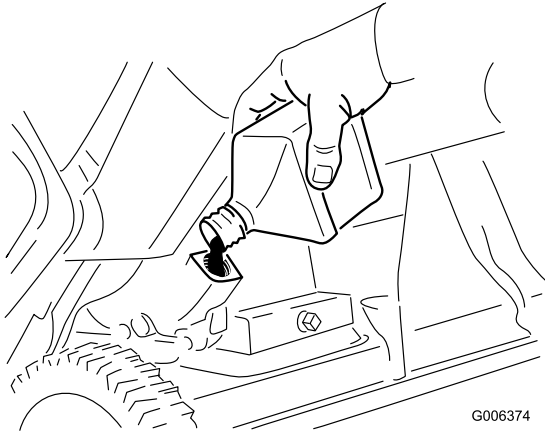

Figure 27
8. La déneigeuse étant en position d'utilisation, versez **lentement** de l'huile dans l'orifice de remplissage jusqu'au niveau de trop-plein (Figure 27).